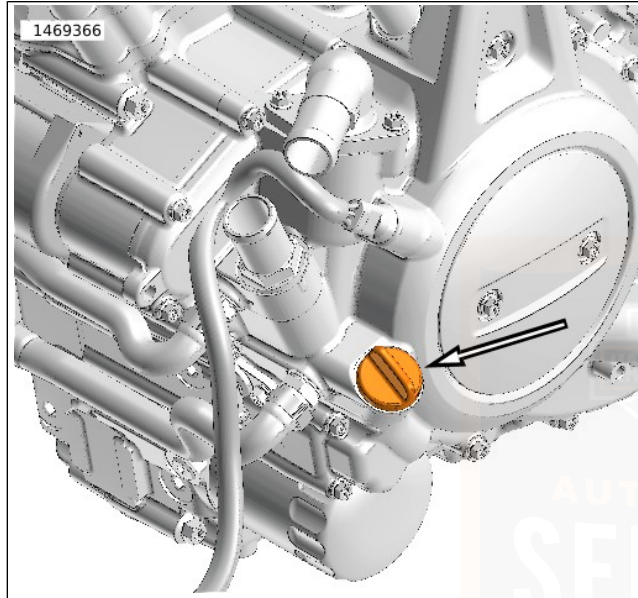

Abbildung 52. Motoröl-Einfüllverschlussstopfen/Ölmessstab
- a. Abbildung 52 Den Motorölmesstab (1) entfernen.